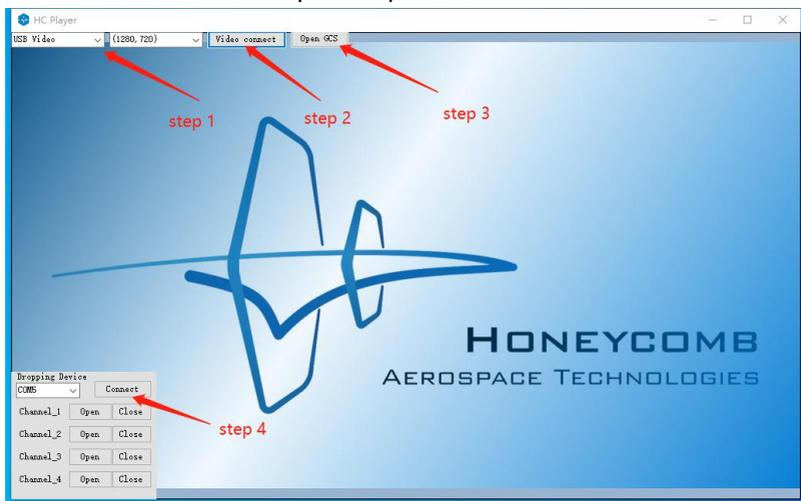

图 18 Camera Player 软件界面
2. 软件打开后主界面如图 18 所示,在打开链路开关的前提下,左上角选择框选择【USB Video】和合适的分辨率,一般为“1920*1080”或“1280*720”。随后点击【Video connect】,此时界面会显示吊舱采集到的实时画面;(如 step1、step2 所示)
4. 抛投器的控制在播放器界面的左下角，使用时选择对应的串口号，点击“Connect”，连接串口，（如图 18 中的“step 4”）。连接成功后，通过点击不同通道的“Open”“Close”按钮控制对应通道的开和关。